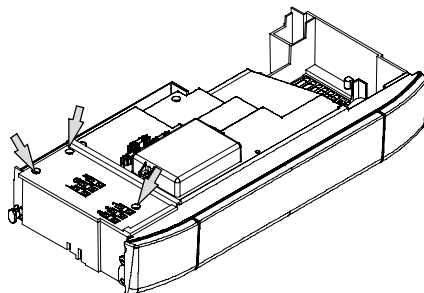

Fig. 5.17
- Svitare le viti e rimuovere il coperchio copri morsettiera Fig. 5.17 .